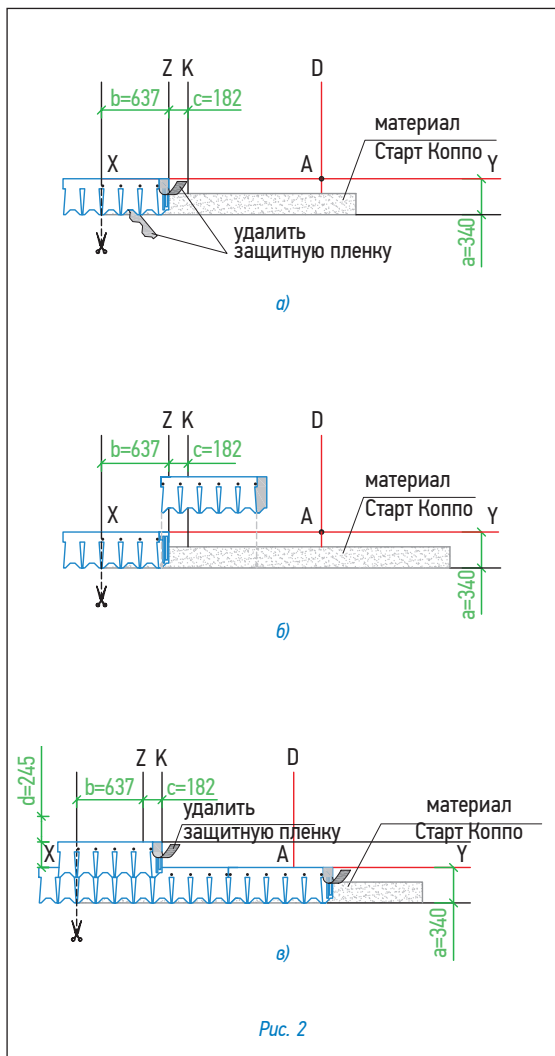

Рис. 2
Укладка материала (рис. 2)
- По линии карниза укладывается специальный самоклеящийся рулонный материал «Старт Коппо», формирующий начальный ряд; при этом предварительно с его изнаночной стороны снимается защитная пленка (рис. 2а);
- укладка черепицы начинается от линии Z, при этом ее верхний край выравнивается по линии XY (рис. 2а, 2б);
- следующий ряд укладывается от линии K (со смещением 18,2 см от линии Z) (рис. 2в);
4. Защитную пленку с поверхности самоклеящегося слоя рекомендуется удалять непосредственно перед креплением листа (рис. 2а).